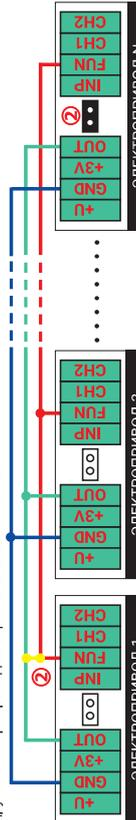

Рис. 1. Объединение в систему нескольких шаровых электроприводов из серий GIDROLOCK WINNER
ВНИМАНИЕ! В одном из электроприводов соедините между собой клеммы **OUT** и **FUN** или установите **джампер (2)** (рис. 1, фото 8).
К основному устройству возможно подключение нескольких электроприводов (рис. 1).